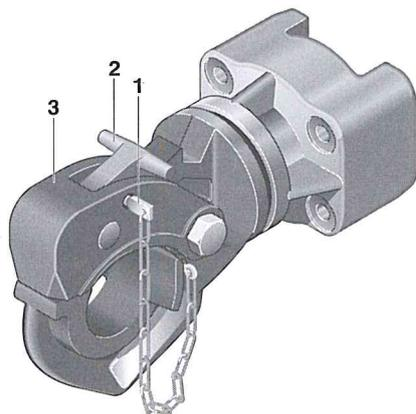

Abb. 1
3.1 Einkuppeln (s. Abb. 1)
- 2 anheben und mit 3 nach unten bewegen, Kupplung mit Gliederbolzen (1) sichern (s. Abb. 1)
- Nach dem ordnungsgemäßen Einführen des Gliederbolzens (1) lassen sich weder Sperrhebel (2) noch Verschlussbügel (3) bewegen (Abb. 1)
- Sicherung am Verschlussbügel (3, s. Abb. 1) regelmäßig fetten